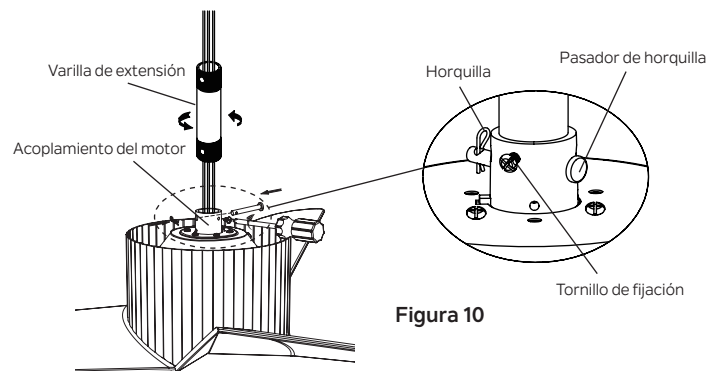

Figura 10
Paso 4. Pase con cuidado los cables del ventilador y el cable de seguridad hacia arriba a través de la varilla de extensión. Enrosque la varilla de extensión en el acoplamiento del motor hasta que los orificios del pasador de horquilla estén alineados. A continuación, vuelva a colocar el pasador de horquilla y la horquilla, luego apriete ambos tornillos de fijación. (Figura 10)